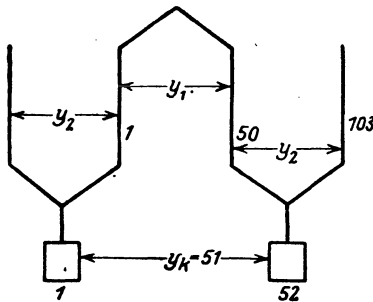

Abb. 105. Reihenschaltung.
Wir nehmen wieder $y_1 = 49$ und erhalten $y_2 = 102 - 49 = 53$. Man verbindet hinten 1 mit $(49 + 1)$ d. i. 50 und vorn 50 mit $(50 + 53)$ d. i. 103 usw. (Abb. 105).
Für $a = 3$ war $y_1 + y_2 = 102$, also ist $y_k = \frac{102}{2} = 51$, d. h. die beliebige Lamelle 1 ist durch die Spule 1—50 mit der Lamelle $1 + 51 = 52$ zu verbinden. Diese mit der Spulenseite 103 usw. (Abb. 105¹).
Z. B. Lamelle 52 ist in Abb. 105 verbunden mit Seite $2 \cdot 52 - 1 = 103$. Umgekehrt, mit welcher Lamelle ist die Spulenseite 143 verbunden?